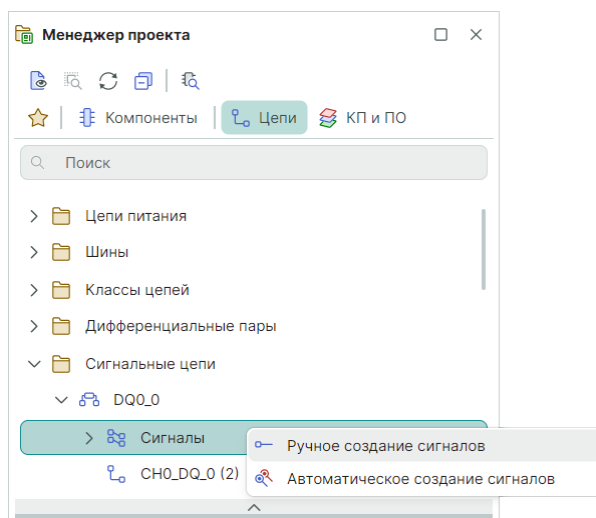

Рис. 152 Создание сигнала для выбранной сигнальной цепи в ручном режиме
1. В панели «Менеджер проекта» в узле «Сигнальные цепи» выберите сигнальную цепь, установите курсор на пункт «Сигналы», вызовите контекстное меню и выберите пункт «Ручное создание сигналов», см. Рис. 152.